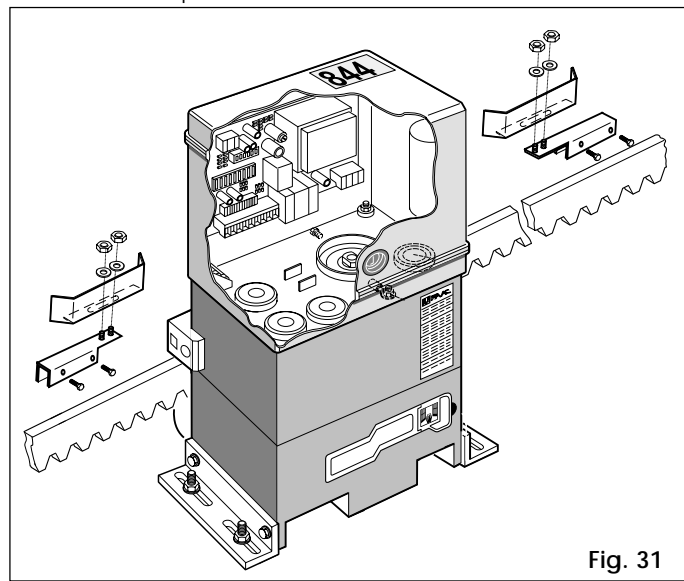

Fig. 31
- 2) Ensamblar el final de carrera centrando la placa con relación a los pernos roscados del soporte (Fig. 31).